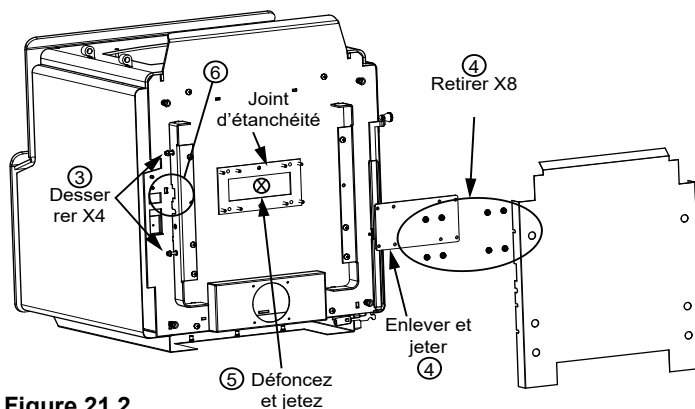

Figure 21.2
3. Couchez l'appareil sur son dos, sur une surface rembourrée ou une palette (**Figure 21.2**).
4. Retirez l'écran thermique en desserrant les quatre boulons à l'aide de la clé ouverte 3/8 (**Figure 21.2**).
5. Retirez les 8 écrous maintenant le couvercle à l'aide de la clé à douille 7/16; jetez le couvercle (**Figure 21.2**).
6. Retirez l'alvéole défonçable du bas de la boîte à feu à l'aide du marteau (**Figure 21.2**).
3. Couchez l'appareil sur son dos, sur une surface rembourrée ou une palette (Figure 21.2 à la page 21).
4. Retirez l'écran thermique en desserrant les quatre boulons à l'aide de la clé ouverte 3/8 (Figure 21.2 à la page 21).
5. Retirez les 8 écrous maintenant le couvercle à l'aide de la clé à douille 7/16; jetez le couvercle (Figure 21.2 à la page 21).
- Retirez l'alvéole défonçable du bas de la boîte à feu à l'aide du marteau (**Figure 21.2 à la page 21**).